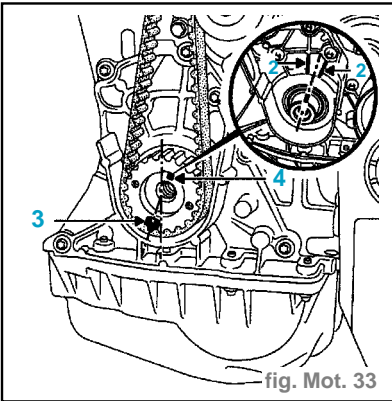

fig. Mot. 33
- La rainure (4) du vilebrequin doit se situer au milieu des deux nervures (2)
du carter de fermeture vilebrequin, le repère (3) du pignon de distribution vilebrequin doit être décalé d'une dent à gauche de l'axe vertical moteur. (fig. Mot. 33)